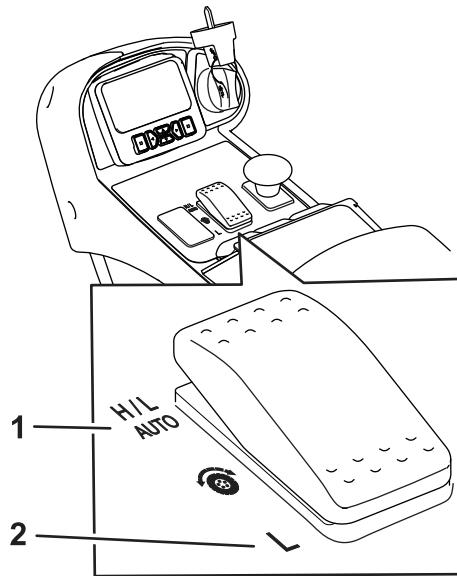

Figure 26
- Dans des conditions de fonctionnement normales, cette machine destinée à fonctionner en plaçant le sélecteur de gamme à la position H/L AUTO (Figure 26). Cette position permet à la machine d'alterner automatiquement entre les gammes haute et basse, selon qu'elle est utilisée pour la tonte ou le transport.
- Lorsque vous sélectionnez la position GAMME BASSE (Figure 26), la machine va toujours fonctionner en mode gamme basse. Ce réglage est à privilégier lorsque vous utilisez la machine dans un atelier, que vous la chargez ou la déchargez d'une remorque, quand vous gravissez des pentes raides ou pour toute autre opération qui ne nécessite pas une vitesse de déplacement élevée.
Cette machine dispose de 2 gammes de vitesse de déplacement : la gamme basse et la gamme haute. Le sélecteur de gamme permet de sélectionner les positions suivantes (Figure 26) :